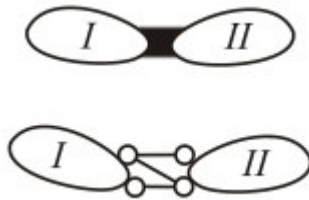

Рис. 1.6
5. Определите вид кинематической связи, показанный на рис.1.6